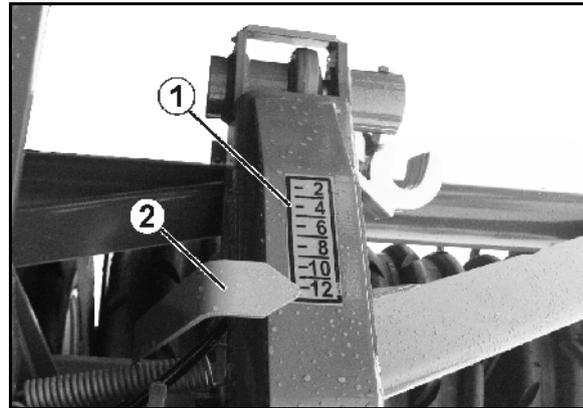

Fig. 37
- Zeiger (Fig. 37/2) Richtung 0 verstellen.
- Zeiger (Fig. 37/2) Richtung 12 verstellen.